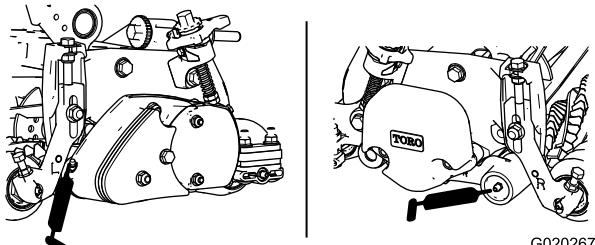

Figura 16
34. Lubrificate ogni cuscinetto del grommer (pompatate massimo 2 o 3 volte); fate riferimento a Figura 16. Non eseguite un ingrassaggio eccessivo, altrimenti le guarnizioni potrebbero danneggiarsi. Tergete il grasso superfluo.